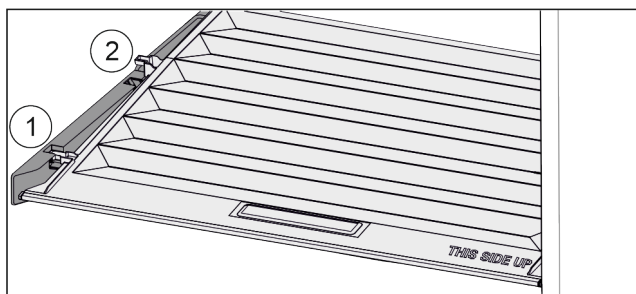

Fig. 28
- ▶ Deslice la tapa hacia delante hasta la abertura de las piezas de sujeción Fig. 28 (1).
- ▶ Levántela por detrás desde abajo y retírela tirando hacia arriba Fig. 28 (2).